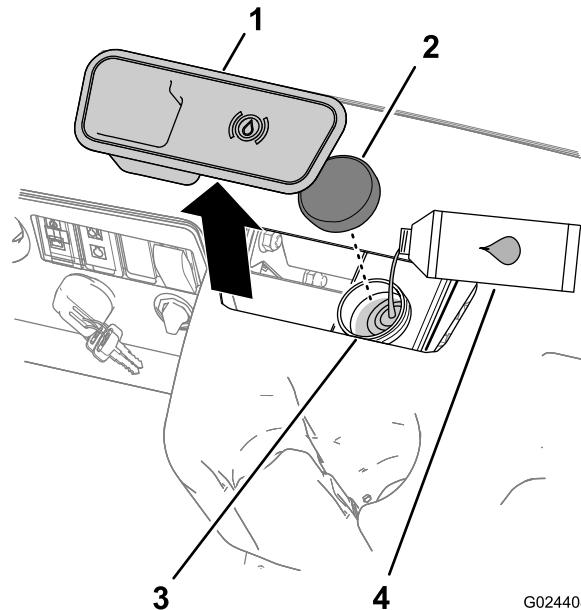

Figura 14
- Retire el tapón de goma situado encima y en el centro del salpicadero para tener acceso al cilindro maestro y al depósito del líquido de frenos (Figura 14).
- Limpie la zona alrededor del tapón del depósito y retire el tapón (Figura 14).
- Coloque el tapón del depósito (Figura 14).